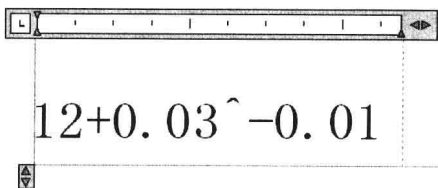
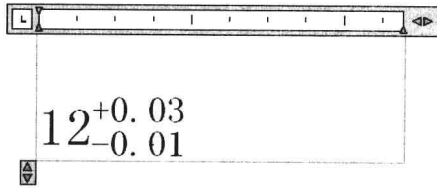

图 5-2-23
图 5-2-24
(3) 选择堆叠文字, 使其反黑显示, 右击, 弹出菜单, 选择“非堆叠”, 可取消堆叠。
(4) 删除文字, 输入“ $12+0.03 \wedge -0.01$ ”, 如图 5-2-23 所示, 选择文字“ $+0.03 \wedge -0.01$ ”, 使其呈反黑显示。右击, 弹出菜单, 选择“堆叠”, 公差堆叠效果如图 5-2-24 所示。